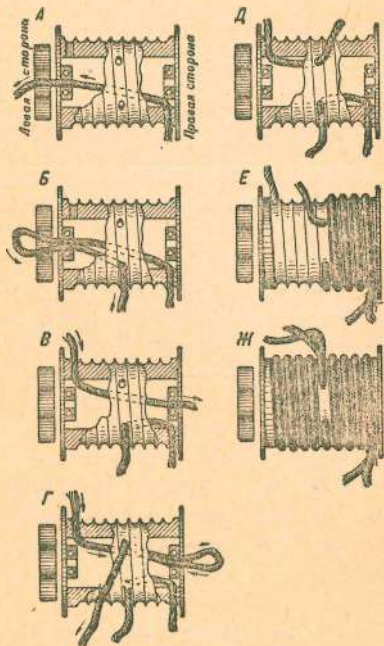

Рис. 1
4. Пропустить конец правого троса длиной 6,5 м снаружи, через крайнее правое отверстие и через отверстие шарикоподшипника (рис. 1, А).
5. Пропустить этот же конец обратно через отверстие шарикоподшипника в среднее отверстие барабана (рис. 1, Б), протаскивая его рывком.
6. Продеть конец левого троса, длиной 7,5 м через крайнее левое отверстие барабана и через отверстие правого шарикоподшипника (рис. 1, В).
7. Продеть этот же конец обратно через отверстие правого шарикоподшипника и через среднее отверстие барабана (рис. 1, Г), протаскивая его рывками (рис. 1, Д).
8. Навить правый трос длиной 6,5 м на барабан с таким расчетом, чтобы один конец троса, идущего из крайнего правого отверстия, имел длину 3 м (рис. 1, Е).
10. Навить левый трос длиной 7,5 м на барабан и вывести конец из среднего отверстия барабана длиной 3,8 м и другой 2,8 м. Закрепить его проволокой так же, как указано в пункте 9 (рис. 1, Ж).